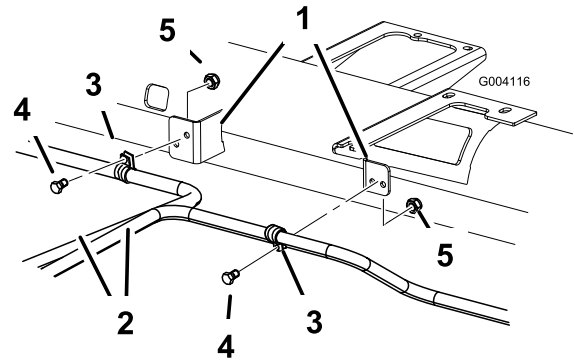

Figura 12
1. Instale las abrazaderas en R retiradas anteriormente usando 2 pernos y contratuercas para sujetar los tubos hidráulicos al bastidor de la máquina, según se muestra en Figura 12.